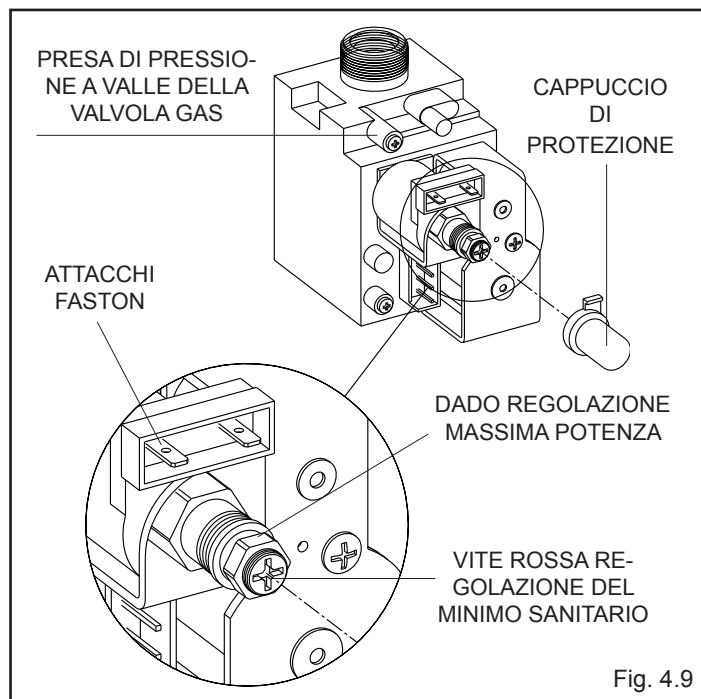

Fig. 4.9
- Con una chiave a forchetta CH10 agire sul dado di regolazione della massima potenza (fig. 4.9) per ottenere il valore indicato in tabella a pag. 10.